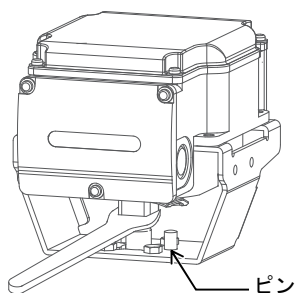

図9 手動開閉操作
- (1) 電源を切ります。
- (2) 『図9』に示すように、ジョイントをスパナなどではさみ、手動設定する方向にゆっくりと回します。